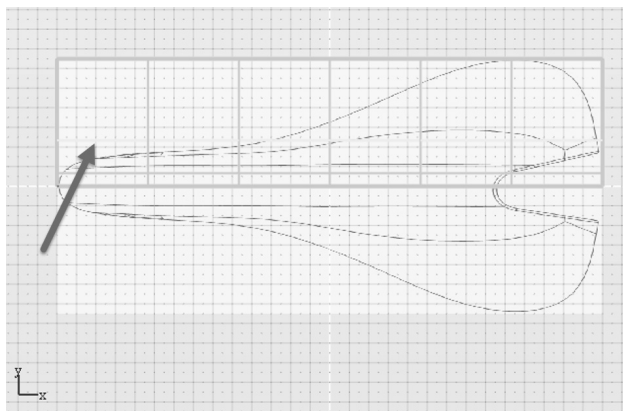

图 7-60 将链选边向 Y 轴负方向平移 20mm
6) 针对第 2 排边线，按照同样的方法，向 Y 轴负方向移动-20mm，如图 7-60 所示。